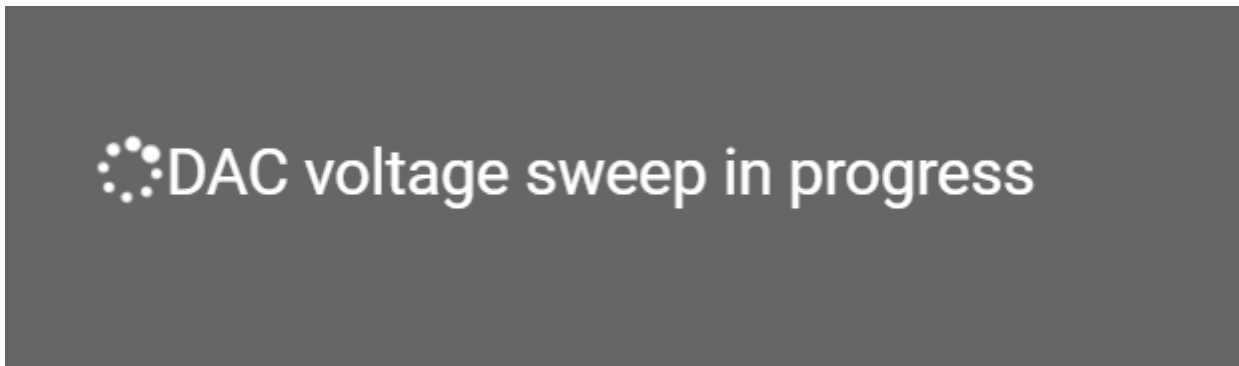

图 5-11. “正在进行 DAC 扫描” 屏幕
- **Voltage sweep 下拉框选项**：此方法会扫描 DAC 输出电压，以确定感应磁通密度，然后将 B_{OP} 设为这个感应到的磁通密度。电压扫描操作需要 20 秒来完成。在此期间，将显示图 5-11 的屏幕。20 秒后，图 5-11 中的屏幕应消失，状态文本框将显示以下内容之一：